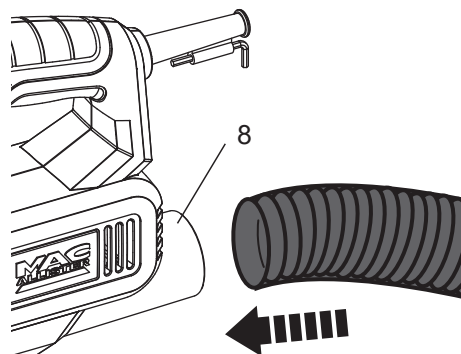

Fig. 3
Atașați un dispozitiv corespunzător de extragere a prafului, de exemplu un aspirator adecvat la evacuarea de extragere a prafului (8) (Fig. 3).